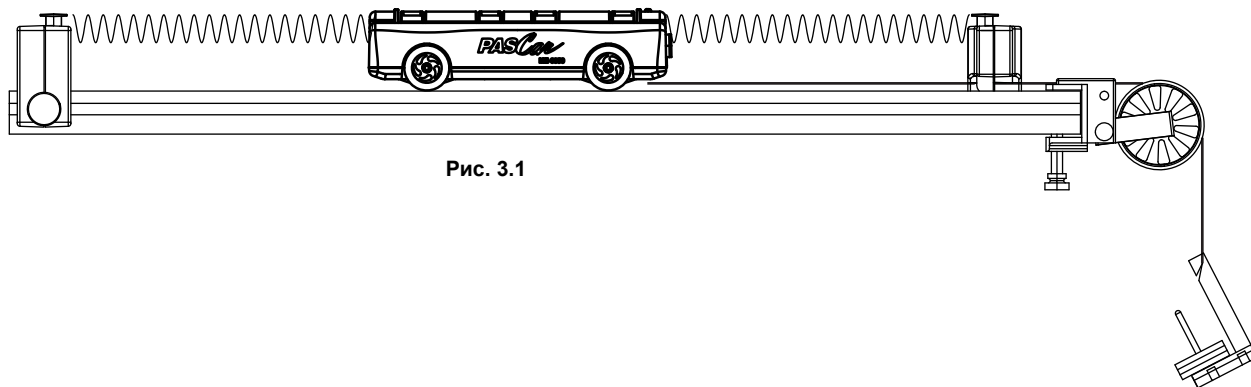

Рис. 3.1
5. Поместите тележку PAScar на дорожку и присоедините пружину к каждому ее концу. Присоедините другой конец каждой пружины к стопору (см. рис. 3.1).
6. Привяжите струну к концу тележки (дальней от блока). Протащите струну под тележкой, затем под одним стопором и над блоком, как показано на рис. 3.1. К другому концу струны прикрепите подвеску для грузов. Отрегулируйте блок так, чтобы струна шла параллельно дорожке.